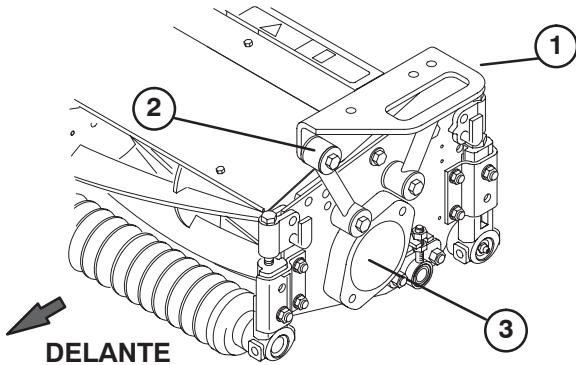

Figura 14
Nota: Con los brazos de elevación totalmente elevados, los manguitos deben quedar en la posición mostrada en la figura 14 y estar separados 1–3 mm del brazo de elevación.
2. Posicione uno de los bastidores de tiro delanteros (Fig. 12) en cada unidad de corte delantera. Alinee los taladros de montaje con los acoplamientos de montaje, según muestra la figura 14.
3. Coloque el bastidor trasero (Fig. 13) en la unidad de corte trasera, alineando los taladros de montaje con los acoplamientos de montaje, según muestra la figura 14.
- Fije cada acoplamiento de montaje al bastidor de tiro con un tornillo de caperuza (3/8-16 x 2-1/4 pulg.), 2 arandelas planas, y una contratuerca, según muestra la figura 14. Coloque una arandela en cada lado del acoplamiento al montarlo. Apriete a 42 Nm.